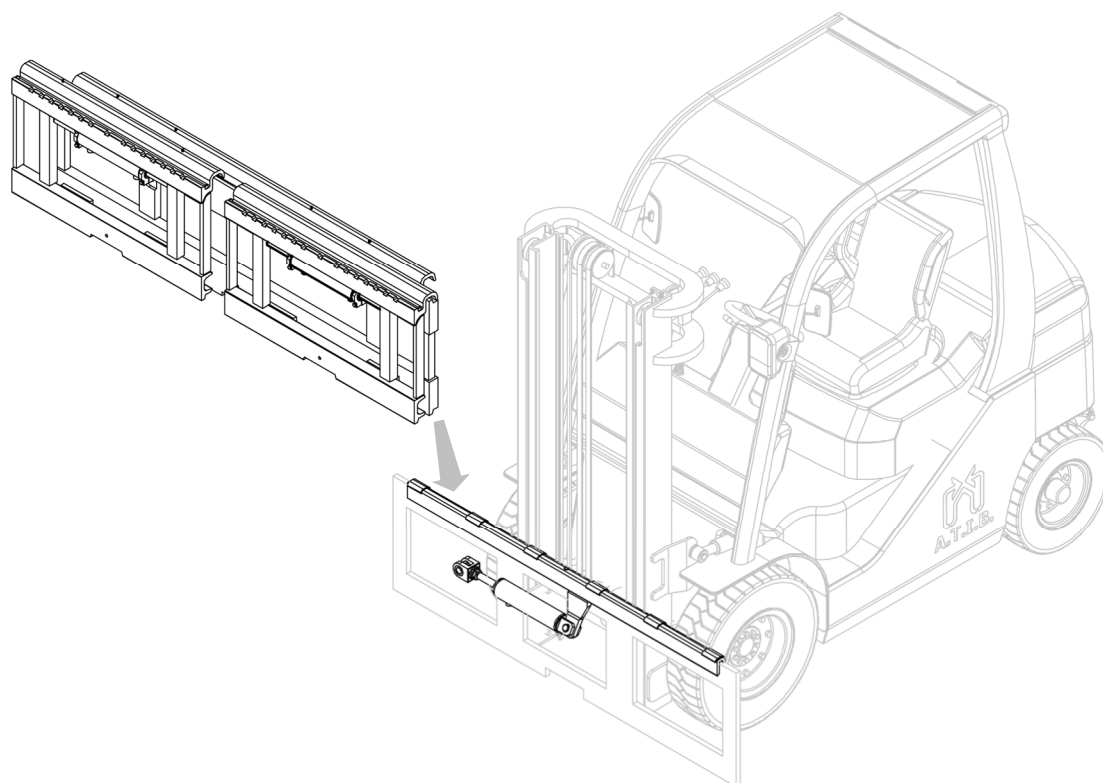

Figure 5
8. Avec un pont roulant ou un palan d'une portée suffisante, positionner l'équipement sur le double crochet, en prenant soin de le positionner correctement (voir Figure 5). Une fois l'équipement positionné, re-bloquer la fourche du vérin à l'aide du pivot et des anneaux élastiques préalablement retirés.